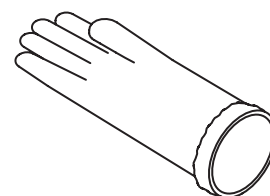

図3
- ③図3のように、グローブの装着が出来ましたら、本体の穴へ取り付けます。